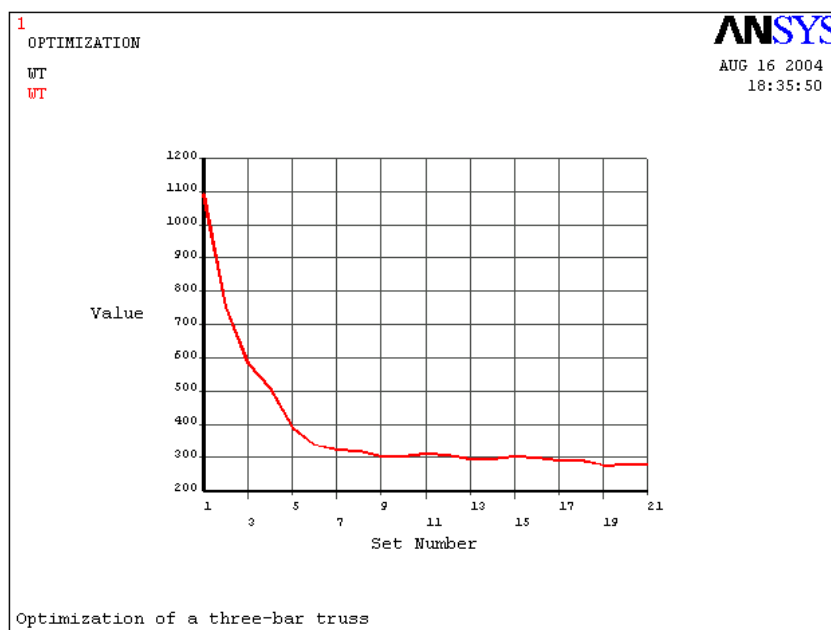

图12.44 重量迭代图形
(37) 单击 Main Menu>Design Opt>Design Sets>Graphs/Tables 菜单，弹出【Graph/List Tables of Design Set Parameters】对话框。在【Y-variable params】列表框中选择【WT】。单击【OK】按钮，将显示重量的迭代图形，如图 12.44 所示。